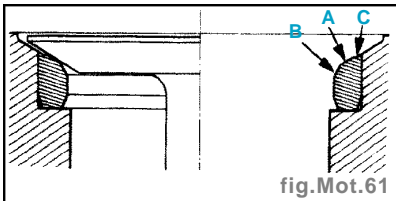

fig. Mot.61
- Il est important de respecter le retrait des soupapes, car les sièges possèdent un décrochement (C) qu'il est nécessaire de conserver (fig. Mot. 61).